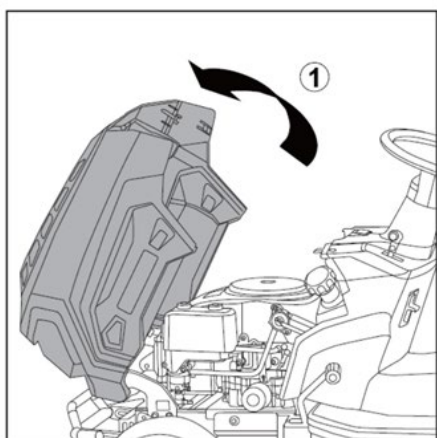

Fig.12A
1. Sollevare il coperchio anteriore per accedere al serbatoio e aggiungere carburante. (①, Fig.12A)